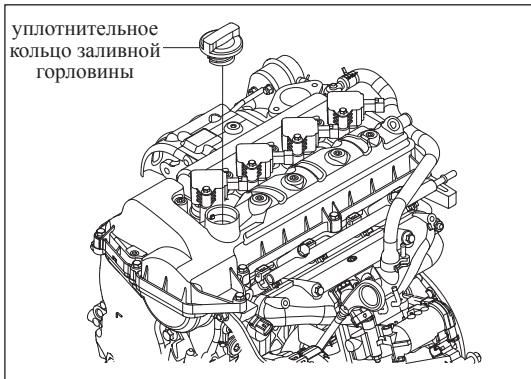
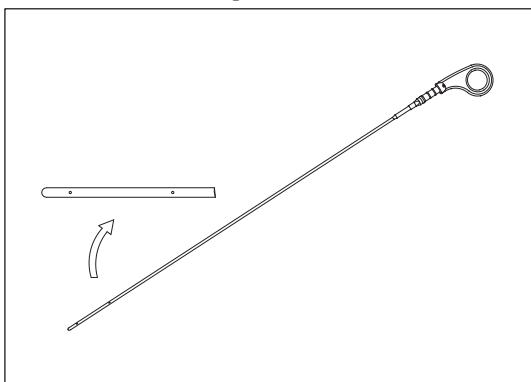

Рис. 11-2-8. Установка крышки заливной горловины
Рис. 11-2-9. Проверка уровня моторного масла
- b) Установить прокладку заливной горловины, затем установить и затянуть крышку горловины, как изображено на рис. 11-2-8.
- (4) Проверка на утечки моторного масла
- (5) Проверить уровень моторного масла
- » Уровень масла должен быть несколько выше средней точки между метками «Low» («Низкий») и «Full» («Максимальный») на маслозаливном щупе, как изображено на рис. 11-2-9.